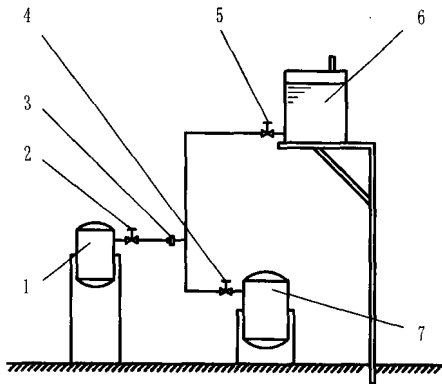

图 1-6
11. 某车间一高位贮槽 A 纯水供给系统, 该贮槽承担向两个罐 B、C 供水的任务, 其流程见图 1-6。高位贮槽 A 出口距地面的高度为 z_A , 总管路由 $\phi 45 \times 2.5\text{mm}$ 无缝钢管, 直管长度 $(z_A - 0.5)\text{m}$, 一个截止阀 (可粗略地按全开计算) 和一个 90° 标准弯头组成; 罐 B 支路由 $\phi 30 \times 2.5\text{mm}$ 无缝钢管, 直管长度 2m, 一个标准三通,